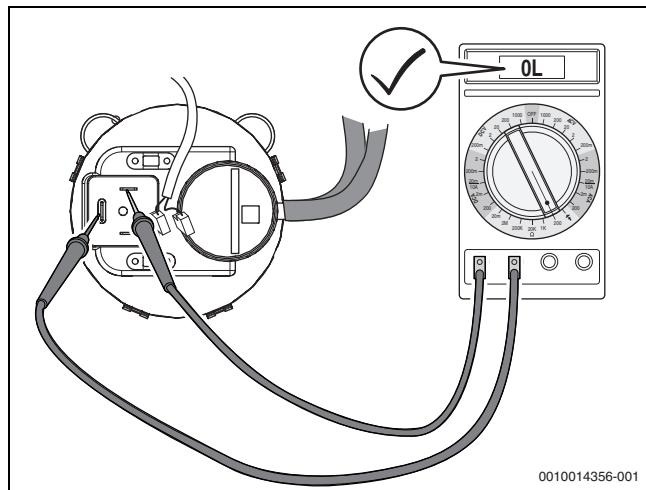

Рис. 71 Проверка проводимости дифференциального реле давления (реле в порядке)
- ▶ Отсоедините электрические провода на дифференциальном реле давления и измерьте сопротивление на контактах (→рис. 71).